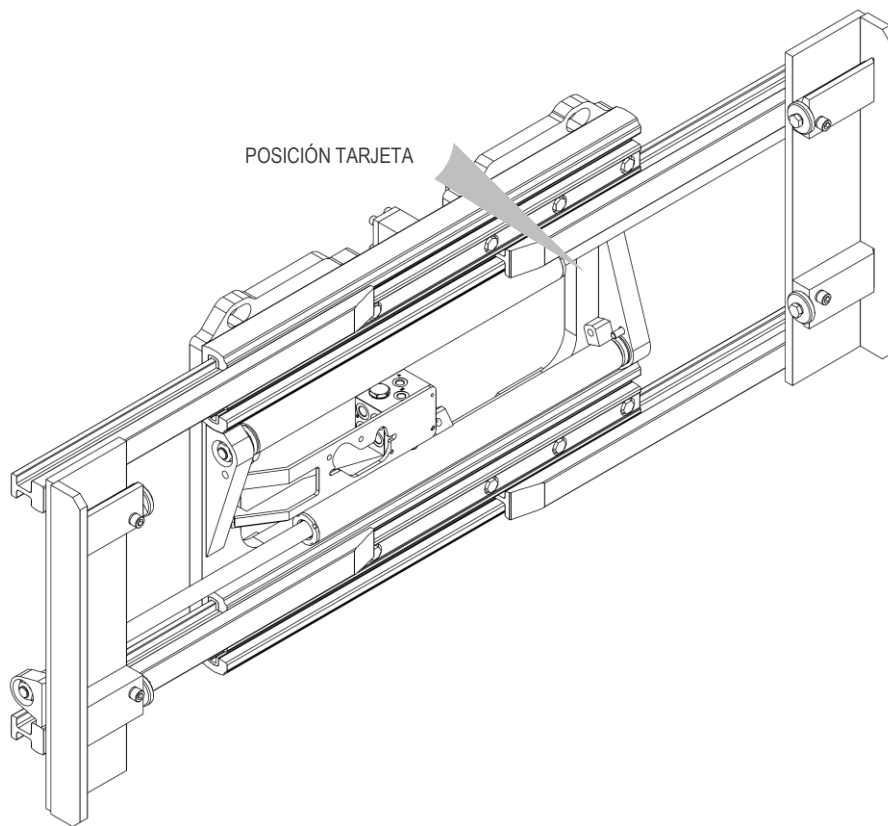

Figura 1
Todos los equipos A.T.I.B. – POSICIONADOR DE HORQUILLAS CON GRAN APERTURA TIPO 883 son identificados de una tarjeta adhesiva (mirar *Tabla 1*) puesta sobre el equipo (mirar *Figura 1*), siempre referirse a la matricula.
5. Para la manipulación, utilice correas o cadenas del tamaño adecuado para el peso del equipo indicado en la tarjeta (mira *Figura 1* y *Tabla 1* a pag. 6).
10. Conecte el circuito hidráulico; asegurándose de que la presión de trabajo de las tuberías sea superior o igual a la indicada en la tarjeta identificadora (mira *Figura 1* e la *Tabla 1* a pag. 6).
6. Para la manipulación, utilice correas o cadenas del tamaño adecuado para el peso del equipo indicado en la tarjeta (mira *Figura 1* y *Tabla 1* a pag. 6).